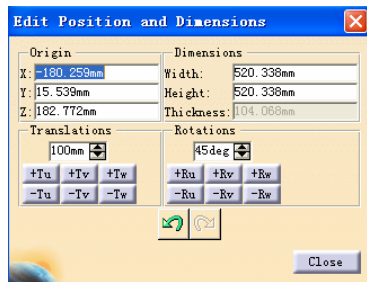

图 5-145
- 单击 Edit Position and Dimensions (编辑位置和尺寸) 图标 , 弹出 Edit Position and Dimensions (编辑位置和尺寸) 对话框, 如图 5-145 所示, 在该对话框中可以输入定义平面位置的参数。